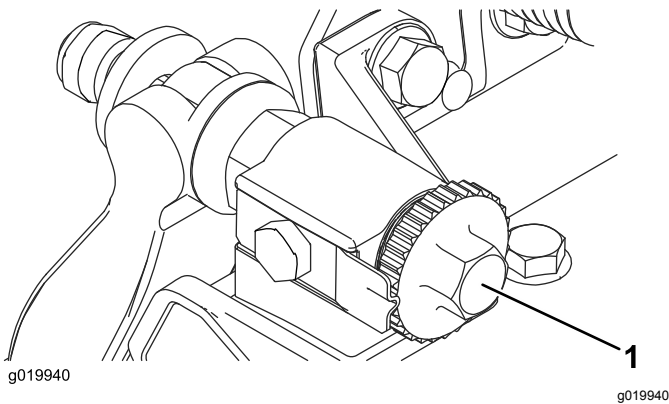

図 9
2. ベッドバー調整ねじを左に回してベッドナイフとリールの接触をなくす図9。